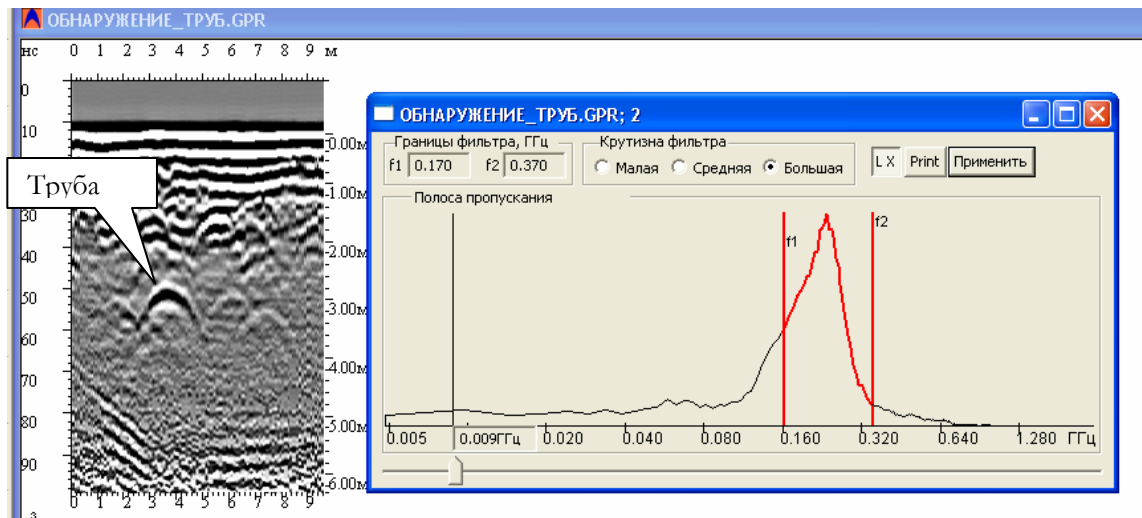

Рисунок 4.5.6 Результат ослабления помехи в виде "сноса".
4. Нажать кнопку «Применить». В результате ослабления помехи в виде «сноса» сигнала на данной радарограмме лучше заметны точечные объекты (Рисунок 4.5.6). В окне спектра радарограммы видно отсутствие подъёма частот, соответствующих помехе.